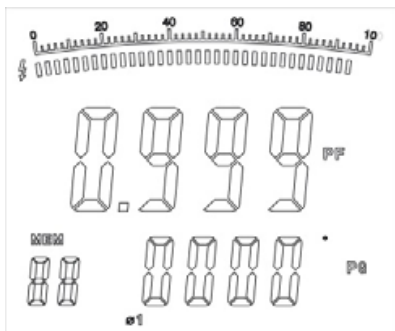

Figura 18
4. Al medir los 4 cables trifásicos: (consulte figura 18, 19 y 20).
Presione **SEL** para seleccionar la primera fase , consulte figura 18.